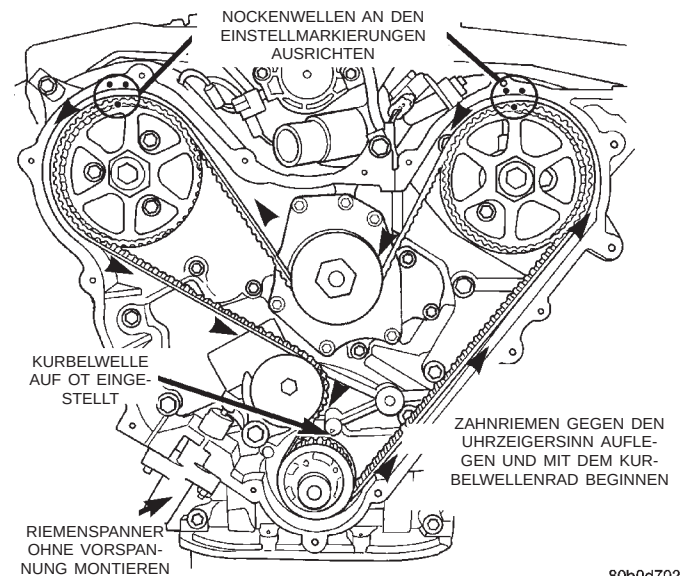

Abb. 52 Zahnriemen auflegen
(6) Zahnriemen auflegen. Dabei mit dem Kurbelwellenrad beginnen und gegen den Uhrzeigersinn weiter arbeiten (Abb. 52). Riemen um das letzte Nockenwellenrad schlingen. Beim Umschlingen der Spannrolle muss der Riemen gespannt gehalten wer-